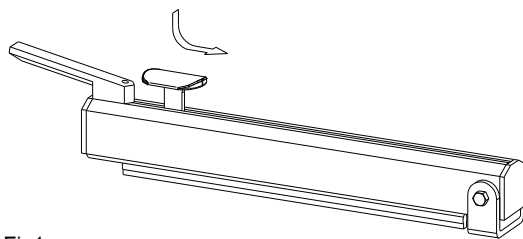

Fig1
3. Durch herunterdrücken und verschieben des Messerschlittens nach links und nach rechts, während des Schweiß- und Kühlvorgangs, kann die überschüssige Folie abgeschnitten werden (fig 1).
3. Para cortar, se aprieta el botón rojo en la parte superior del brazo, y se mueve rápidamente la cuchilla hacia la izquierda o hacia la derecha cuando el brazo está colocado sobre la barra selladora (fig. 1).
3. Si nécessaire, on peut couper la partie au dessus de la soudure à l'aide du couteau pressant le bouton rouge et en le faisant passer d'un côté à l'autre du bras, lorsque celui-ci est abaissé (pendant la soudure). (fig. 1).
3. Overskæring af folien sker ved at trykke knivholderen ned og føre denne på tværs af kæben under svejse- og køletiden. (fig 1)
3. Vid avskärning: Pressa ned knivhållaren och för knivsläden snabbt över folien under tiden armen är i nedpressat läge (fig.1).
3. Folien kan kuttes ved å trykke den røde knivholderen på sveisearmen ned og samtidig skyve den til den andre siden av armen, mens denne er nede (fig.1).